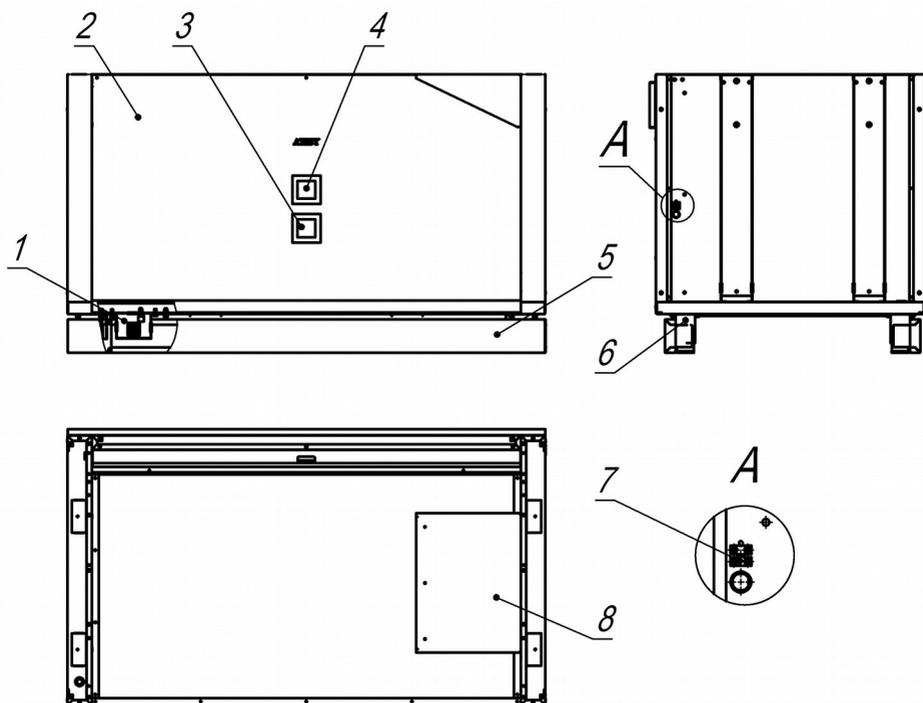

Рисунок 1
1.3.2.1 Изделие, см. рисунок 1, представляет собой тумбу 2 установленную на опоры 6, регулируемые по высоте. На внутренней стенке тумбы 2 установлены розетка 3 и выключатель 4 подсветки фасада. Низ тумбы 2 с двух сторон прикрывают два плинтуса 5. Внизу тумбы 2 установлен клеммный короб 1 для подключения изделия к электросети. Снаружи на боковой стенке тумбы 2 установлен клеммный блок 7 для подключения подсветки фасада. Внутри на боковой стенке тумбы 2 установлен кронштейн 8 для кассового аппарата. Кронштейн 8 может располагаться как слева, так и справа.